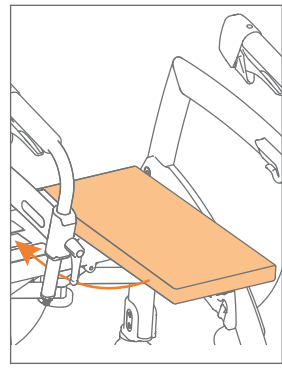

Figura 12: Tirare via il cuscino e fissarlo sul sedile.
- Tirare via il cuscino del sedile e posizionarlo dritto sul sedile (**Figura 12**).